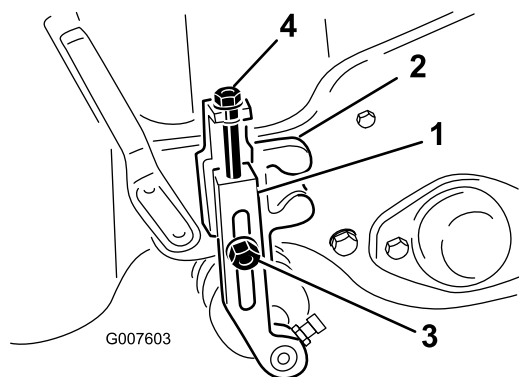

Figura 47
2. Desaperte as porcas de aperto que prendem os braços da altura de corte para a altura de corte (Figura 47).